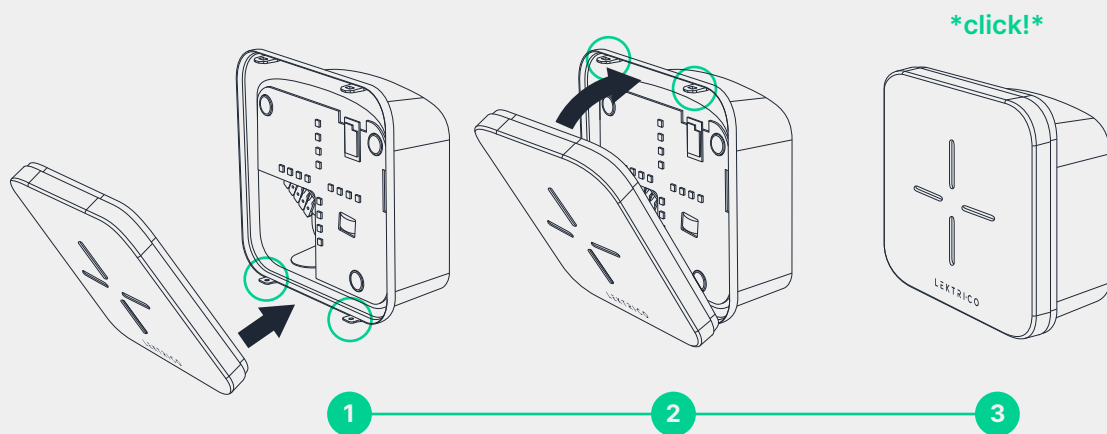

Fig. 10 - Montaggio del coperchio anteriore
19. Installare il coperchio anteriore spingendolo delicatamente in posizione, prima nei 2 ganci di fissaggio inferiori e poi nei 2 ganci di fissaggio superiori. **(Fig. 10)**